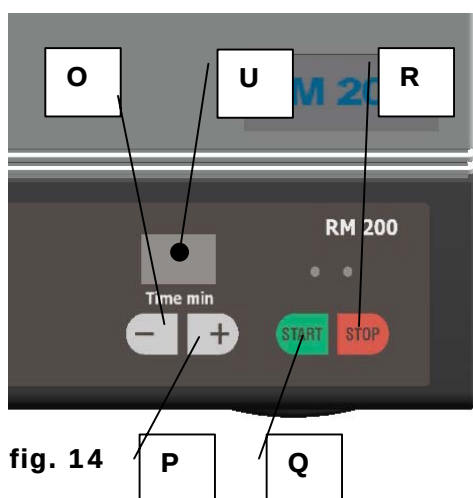

fig. 14
- Ajuster la durée de broyage désirée avec les touches + / - **O** et **P** - **fig. 14**.
- Appuyer sur la touche d'arrêt **R** - **fig. 14**.
Pré-broyage : fig. 14
Broyage fin : fig. 14